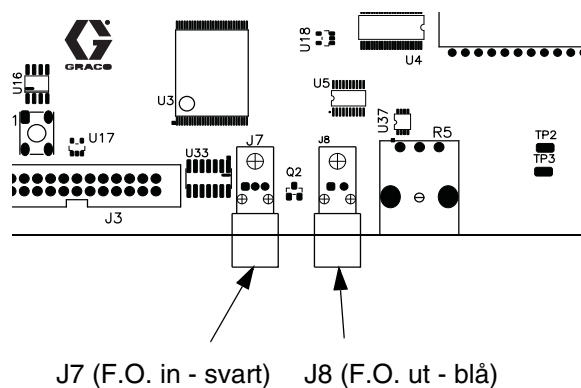

FIG. 14 EasyKey-kretskort
5. Dra fiberkabeln genom den fyrkantiga självhäftande kabelhållaren. Anslut de blå och svarta kabelkontaktarna till motsvarande kontakter på EasyKey-kretskortet. Se FIG. 14. Sätt i kabelkontaktarna tills de bottnar (cirka 6 mm) och dra sedan åt den gängade delen.